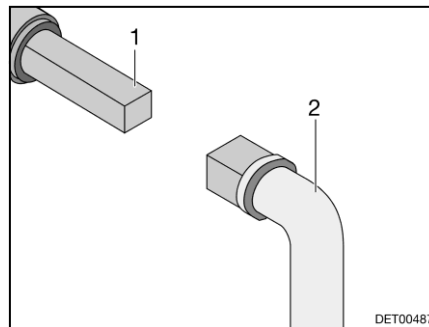

Fig. 102 Manejo del grifo para la eliminación de aguas residuales
- Insertar la llave (Fig. 102,2) en el cuadrado (Fig. 102,1).